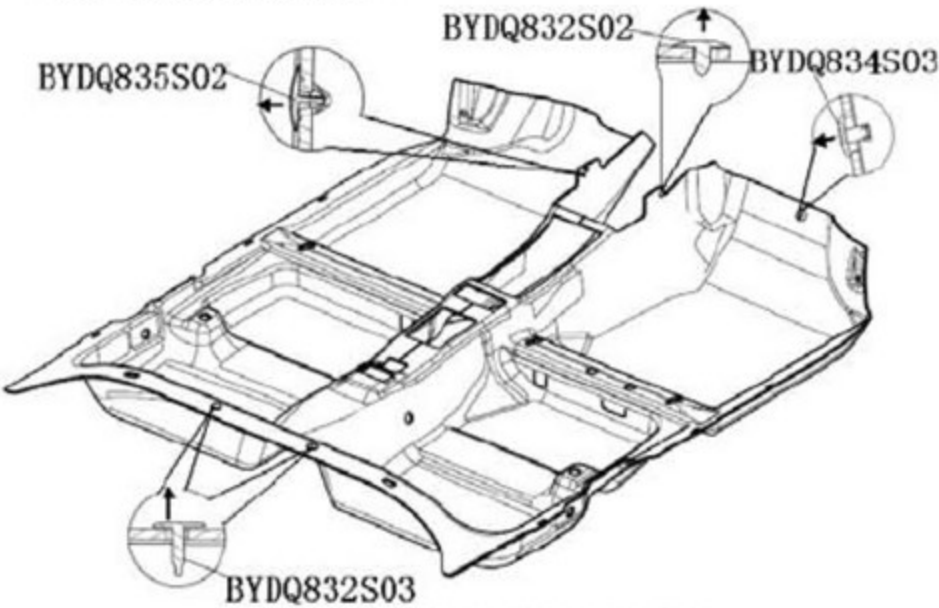

图 7-1-2 地毯安装结构图
a. 地毯固定卡扣: 用一字螺丝刀轻轻撬起卡扣头部，然后用手向上将其取出。相同的方法即可将图 7-1-2 所示卡扣拆卸完毕，然后双手拉起地毯的后部边缘，再水平往后慢慢拽出地毯，直至整个地毯总成完全取出。